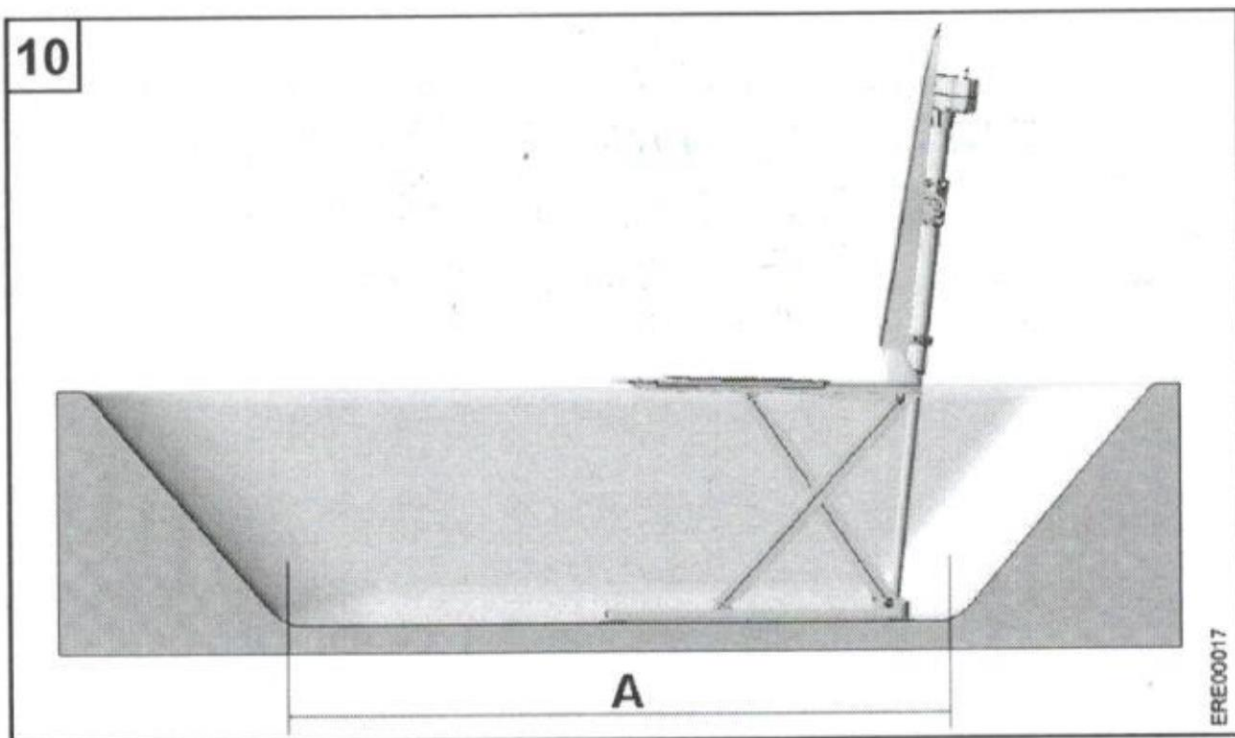

Рис. 7
1. Покладіть сидіння на дно ванни. Роблячи це, установіть задні ніжки як можна ближче до нахилу ванни, але не на закругленій частині ванни (див. Рис. 7).